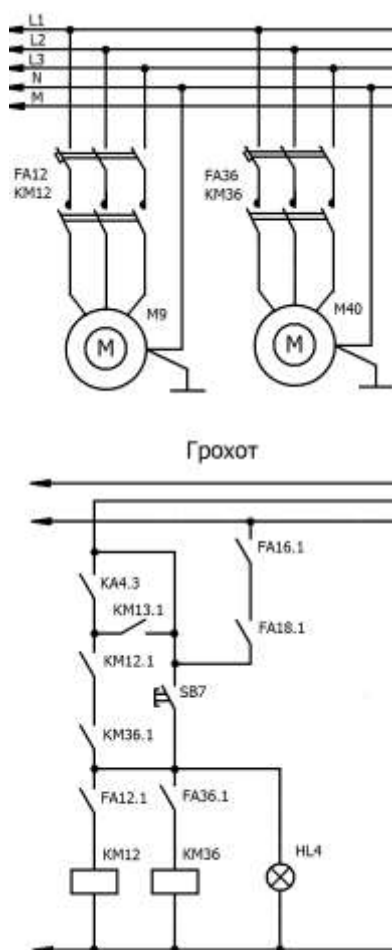

Рис.1
6. Исследовать принципиальную электрическую схему цепей управления привода грохота (рис. 1). Определить размещение электрических